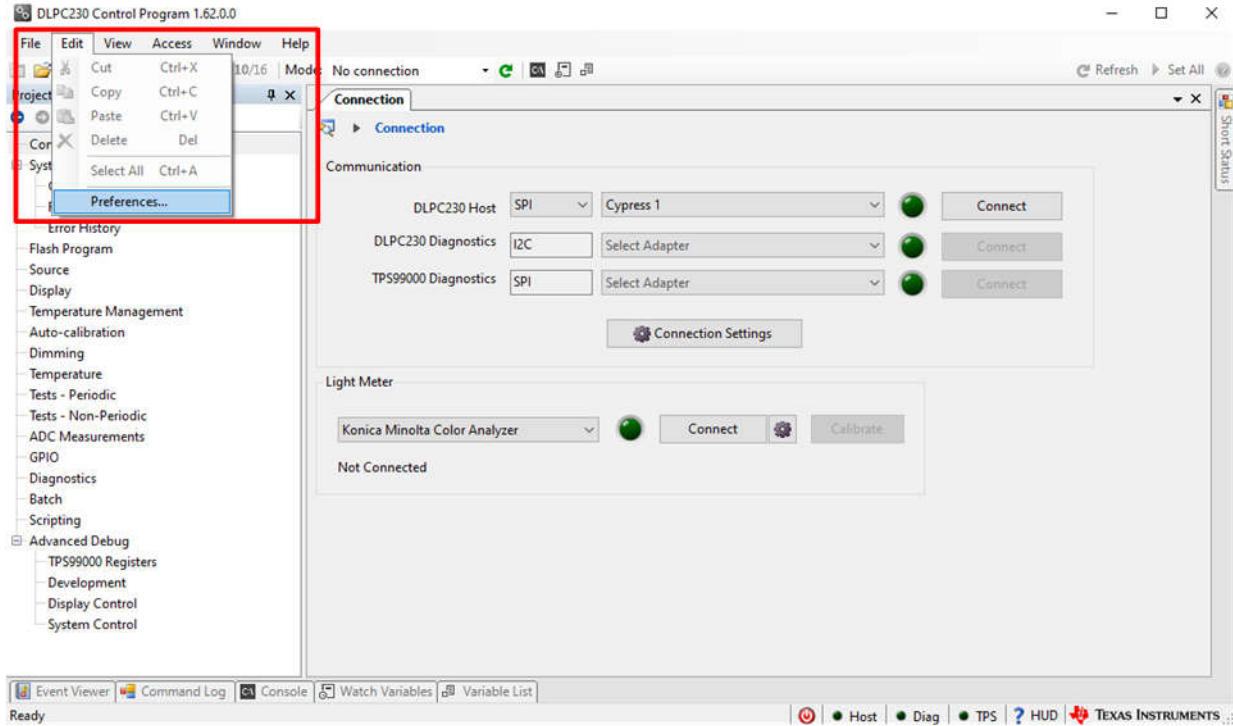

图 3-2. 更改为 HUD 产品选项 — File 菜单
3. 此时会打开一个新的 *Preferences* 窗口。选择 *Product Options*，然后使用 图 3-2 中显示的下拉框为 PGU 选择 HUD 产品选项。